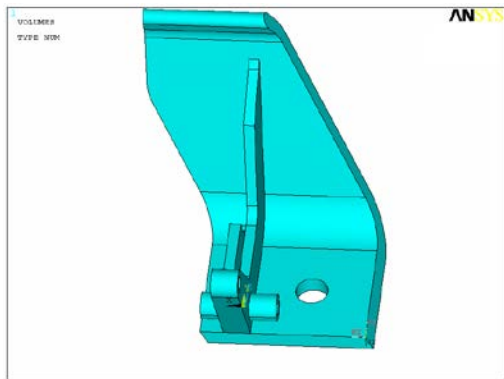

图 3-35 体相减的结果
❺ 从总体中“减”去圆柱体形成轴孔。
❶ 从主菜单中选择 Main Menu: Preprocessor > Modeling > Operate > Booleans > Subtract > Volumes。
❷ 在图形窗口中拾取总体, 作为布尔“减”操作的母体, 单击“Apply”按钮。
③拾取刚刚建立的圆柱体作为“减”去的对象，单击“OK”按钮，结果如图 3-35 所示。